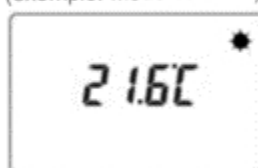

Fig. 16
3. O modo de operação imediatamente antes do último desligamento aparece (stand-by (Fig. 15), manual (Fig. 16) ou automático (Fig. 17)), bem como a temperatura ambiente aproximada.
Se o radiador estiver ligado no modo manual (Fig. 16) ou automático (Fig. 17), o aparelho está em operação.